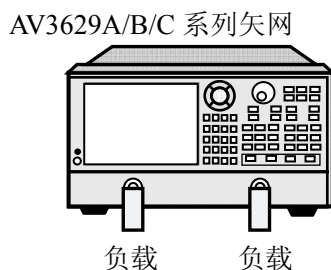

图 14-5 灵敏度指标测试框图
- a) 如图 14-5 所示连接 AV3629A/B/C 系列矢网，系统预热 60 分钟以上；